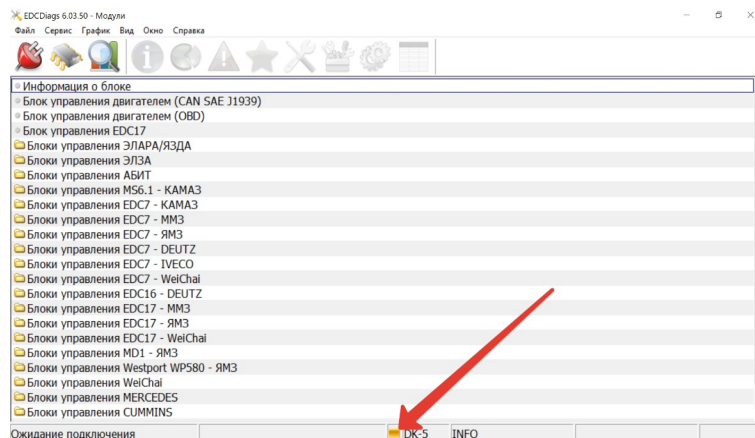

Рис. 2.1
2.7. При помощи кабеля USB подключить ДК-5 к компьютеру. При первом подключении после обновления драйвера обнаружение ДК-5 может длиться несколько минут. Для индикации подключения служит специальный индикатор, который находится в нижней статусной строке программы (Рис.2.1). После обнаружения операционной системой устройства ДК-5 цвет индикатора сменится с красного на желтый. После успешного установления связи ДК-5 с блоком управления цвет индикатора изменится на зеленый.